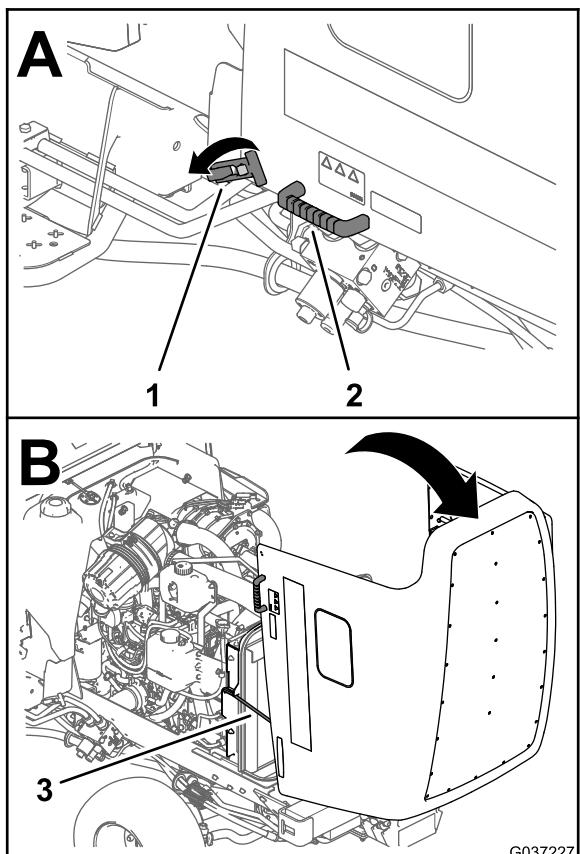

Figura 73
2. Liberte os dois trincos nos cantos frontais inferiores do capot (Figura 73).
3. Utilizando as pegas adjacentes aos trincos, eleve e recue o capot até que as duas barras encaixem nos dois suportes das barras (Figura 73).